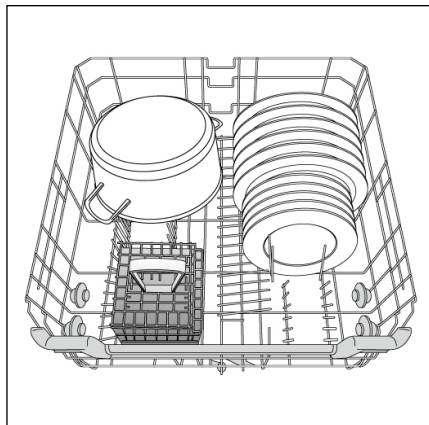

Fig. 4
- **AQUASTOP (fig. 4):**
Una carga estandar diaria está representada en la fig. 4.